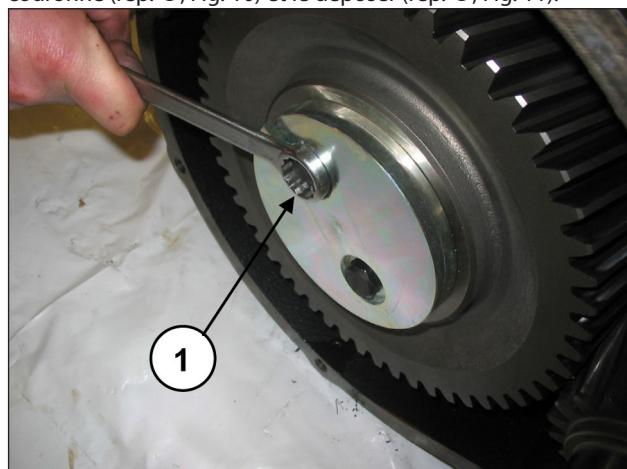
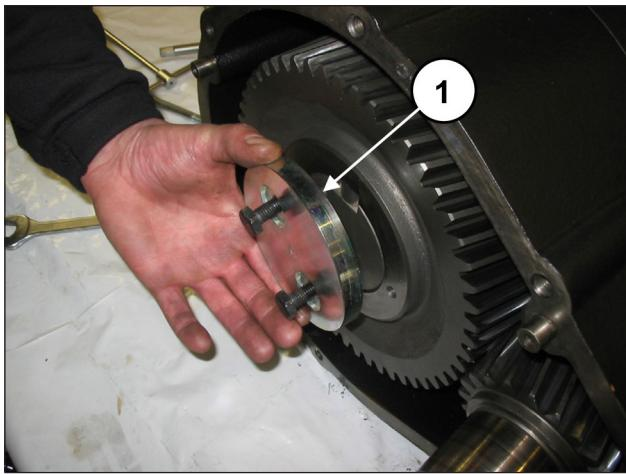

Fig. 10
Fig. 11
Dévisser les vis de fixation du dispositif de retenue de la couronne (rep. ①, Fig. 10) et le déposer (rep. ①, Fig. 11).